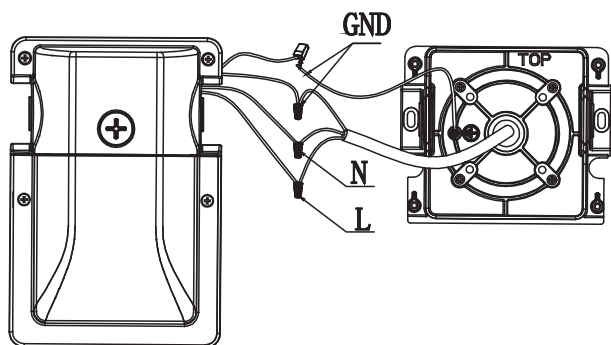
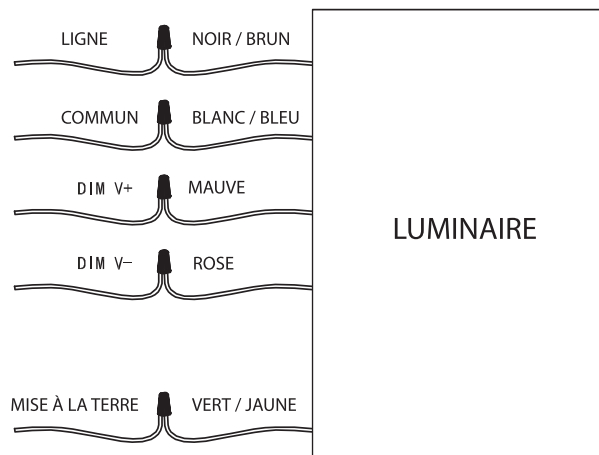

Fig. 7
Fig. 8
7. Faire passer les fils d'alimentation par la plaque arrière du boîtier, comme indiqué à la Fig. 7. Relier les fils du boîtier aux fils d'alimentation à l'aide de connecteurs de fils homologués UL, conformément au NEC et aux codes locaux. (Fig.8) Pousser tous les fils dans le boîtier. Ajouter un joint en silicone tout le tour de la surface arrière du luminaire lors de l'installation finale au mur.
La tension du driver permet un fonctionnement de 120V à 347V, 50 ou 60 Hz. Pour la gradation 0-10, suivre les instructions de câblage de la Fig. 8.